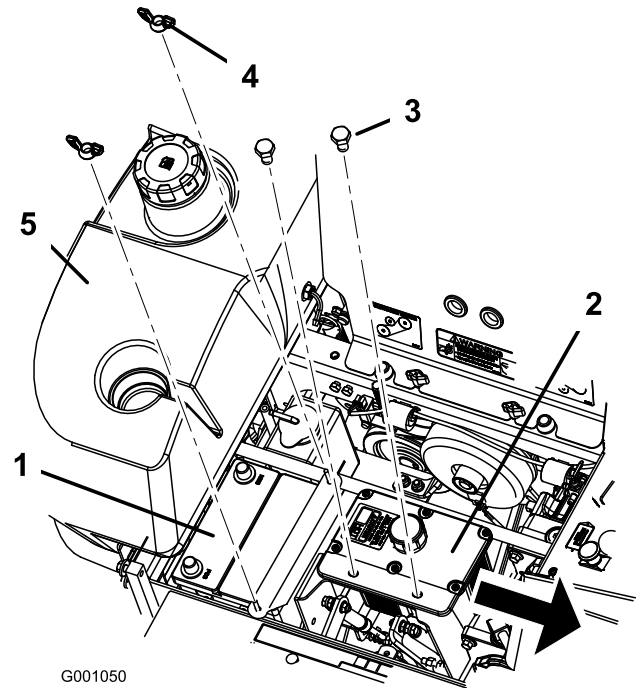

Figure 39
6. Retirez les deux écrous papillons (1/4 pouce) qui fixent la barrette de maintien de la batterie (Figure 39).
7. Retirez les deux boulons de fixation du réservoir hydraulique (Figure 39).
1. Placez la batterie dans son support en tournant les bornes à l'opposé du réservoir hydraulique (Figure 39).
6. Fixez la batterie en position avec des boulons en J, une barrette de maintien et 2 rondelles (1/4"), ainsi que 2 écrous à oreilles (1/4") (Figure 39).